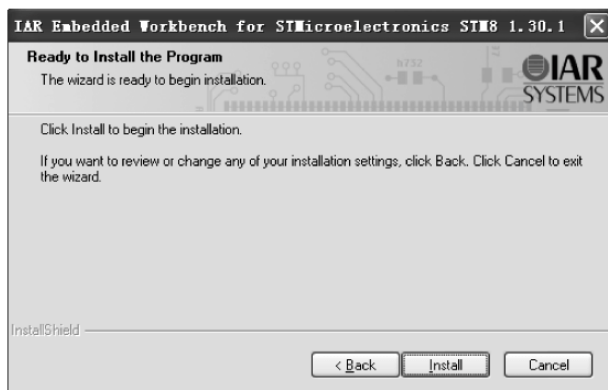

图 2.7 开始安装
(5) 单击 Install 按钮,开始安装,如图 2.7 所示。